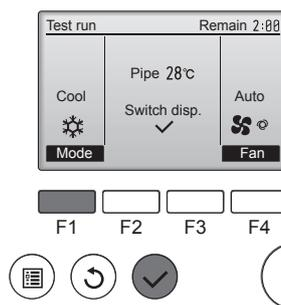

Fig. 7-6
- Appuyez sur le bouton **[F1]** pour changer de mode de fonctionnement dans l'ordre "Cool" (Froid) et "Heat" (Chaud). (Fig. 7-6)